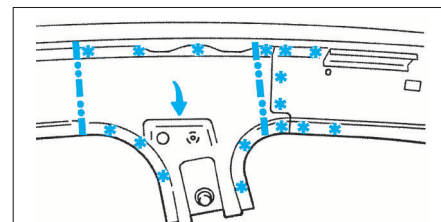

FIG. 60
- Tracer, puis découper la partie supérieure (Fig.60).